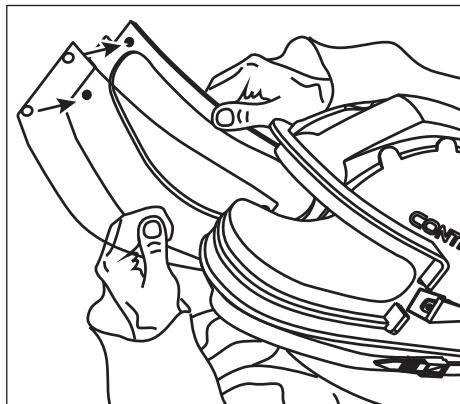

Abb. 3. Austausch der Einwegscheibe(n) Aspect
**Auswechseln der Einwegscheiben:** Nach dem öffnen des Fensterrahmens bei der Strahlschutzhaube Aspect eine oder mehrere Einwegscheiben einordnen (Abb. 3).